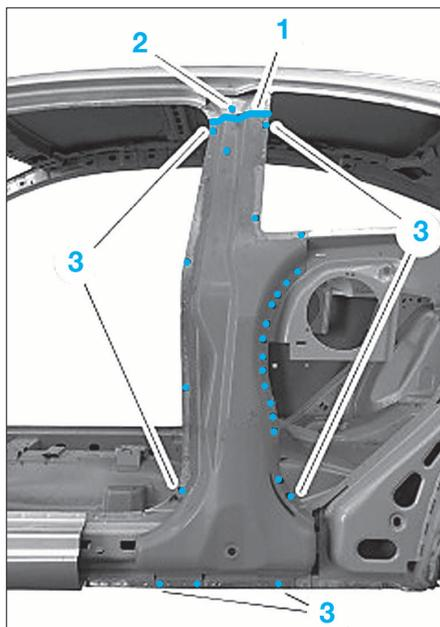

FIG. 52
- Souder par bouchonnage les points (2).
- Souder par résistance par point les points (3).
- Souder en cordon continu sous protection gazeuse le pied milieu (1) (Fig.52).